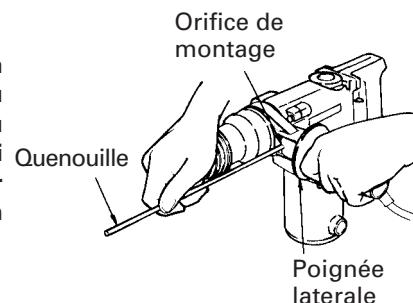

Fig. 10
(2) Enfoncement de vis à bois
6. Utilisation de l'arratoir (Fig. 10)